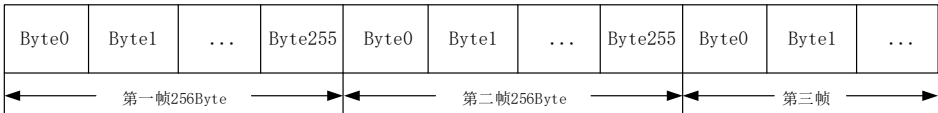

图 6.10 字节分帧示意图
- 字节分帧：该配置用于限制单帧数据包的最大长度，当串口收到“字节分帧”设定数量的字节时会已将收到的数据作为一个数据包转发出去。如图 6.10 所示，当“字节分帧”设置为 256 时，则串口每接收 256Byte 时就会自动分帧；